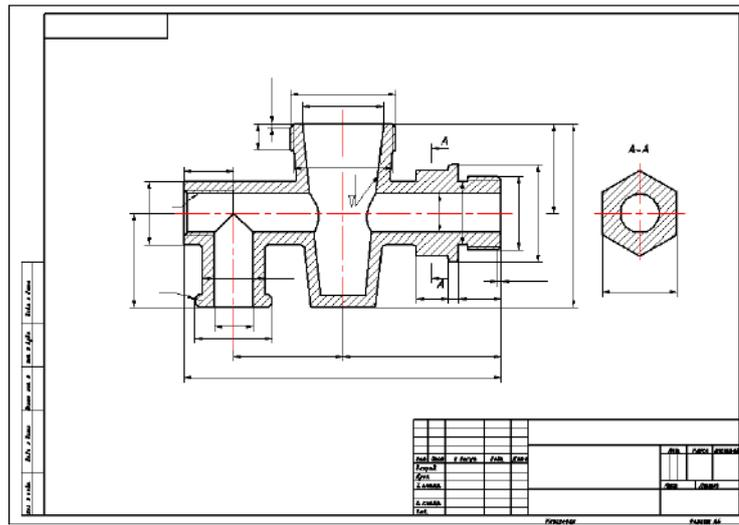

Рис. 27
7. Наносим необходимые выносные и размерные линии (рис. 27).